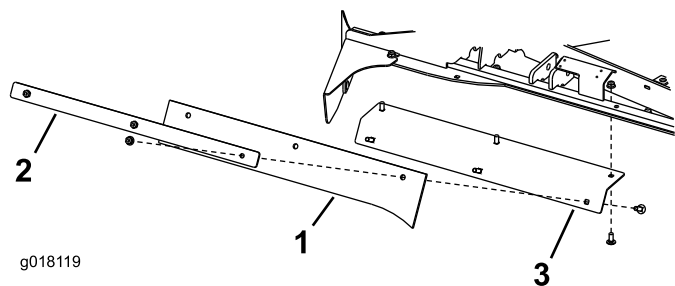

Figura 13
- La falda, il nastro e l'angolo esterni sono premontati in stabilimento (Figura 13).
11. Montate il gruppo sulla parte posteriore dell'apparato di taglio con (3) bulloni a testa tonda da 5/16 x 3/4 pollici e dadi flangiati (Figura 13).